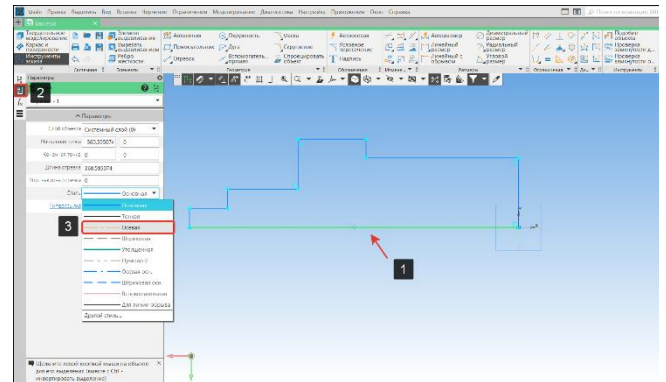
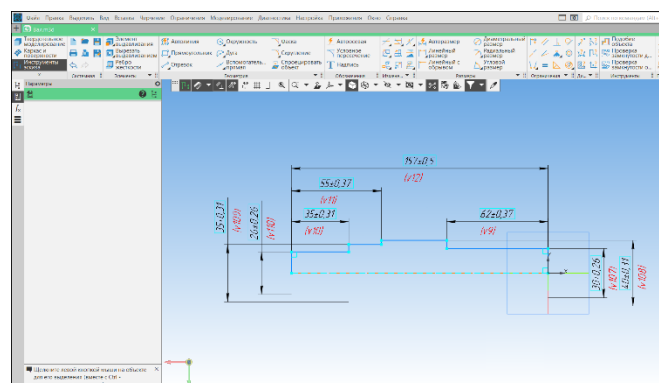

Рисунок 95 - Стиль линии Осевая
Рисунок 97 - Готовый эскиз
- Зададим осевую линию. В эскизе выберем отрезок вокруг которого будет совершаться вращение (1);
- В боковом окне выберем пиктограмму Параметры (2). Стиль линии изменим на осевую линию (3) (Рисунок 95);
- Проставим линейные размеры на эскиз используя команду Авторазмер (3) на панели размеры согласно чертежу «Вал»;
- Для простановки диаметральных размеров также используем команду Авторазмер на панели размеры. Первым кликом укажем узел отрезка (1), вторым кликом укажем на осевую линию (2). Автоматически появится диаметральный размер. Зададим числовые значения согласно чертежу «Вал».
- Проставим недостающие диаметральные размеры (Рисунок 97) и закроем эскиз.